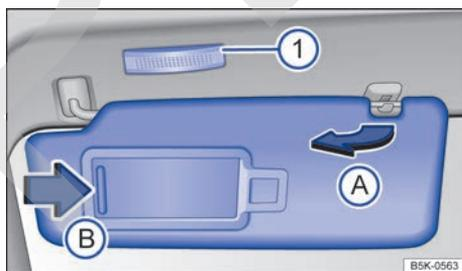

Fig. 92 En el revestimiento interior de la parte delantera del techo: parasol.
- Se pueden extraer del soporte y girar hacia las puertas → fig. 92 .
En la parte posterior del parasol hay un espejo de cortesía provisto de una tapa. Al desplazar la tapa → fig. 92 , se enciende una luz → fig. 92 .